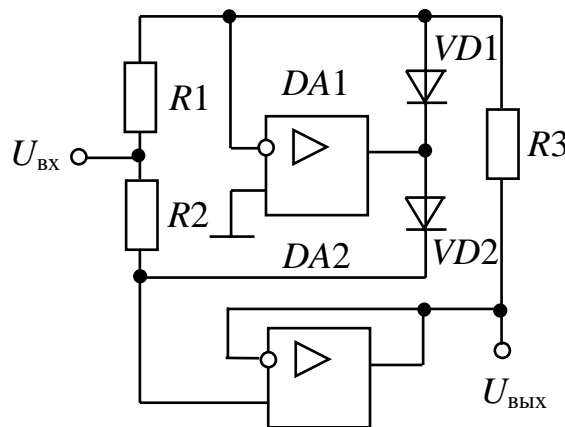

Рис. 3 – Выпрямитель среднего значения
3. Собрать устройство, показанное на рис. 3 при  $R1=R2=R3=10$  кОм. Подать на вход синусоидальный сигнал амплитудой  $(1+N)$  В и частотой 1 кГц. Снять и объяснить осциллограммы напряжений  $U_{ВХ}$ ,  $U_{ВЫХ}$  и сигнала на выходе операционного усилителя  $DA1$ . Что произойдет при увеличении сопротивления резистора  $R3$  в два раза? Посмотреть осциллограммы сигналов при треугольной форме входного напряжения.